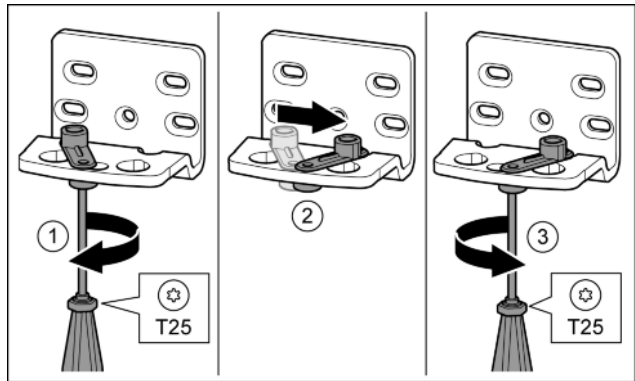

Fig. 13
- ▶ Skrutkovačom T25 voľne zaskrutkujete skrutku. Fig. 13 (1)
- ▶ Pomôcku na zatváranie dverí zdvihnite a otočte o 90° doprava v otvore. Fig. 13 (2)
- ▶ Skrutkovačom T25 pevne zaskrutkujete skrutku. Fig. 13 (3)